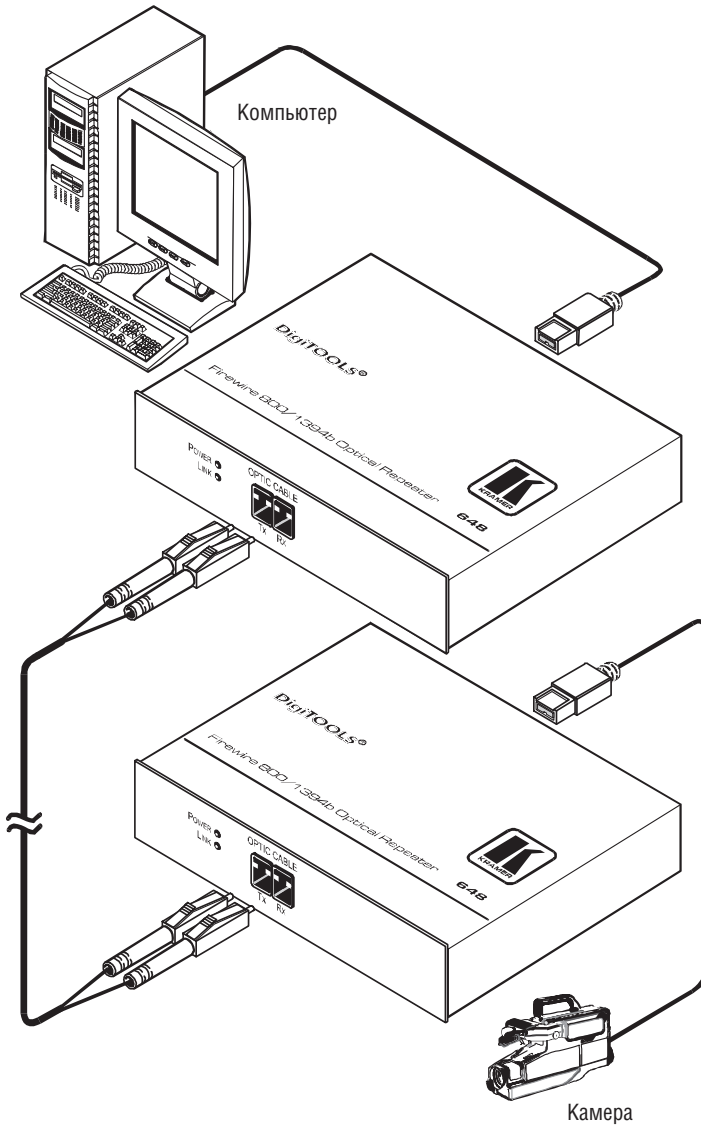

Рис. 3. Подключение удаленного периферийного устройства к порту FireWire компьютера через волоконно-оптический канал с использованием двух удлинителей 648
Пример использования двух удлинителей **648** для организации оптоволоконного канала между компьютером и удаленной видеокамерой показан на рис. 3.
6. К приборам **648**, которые не включились, подсоедините источник питания 12 В и вставьте его в розетку электросети (это подключение на рис. 3 не показано). Удостоверьтесь, что оба светодиода *POWER* светятся.